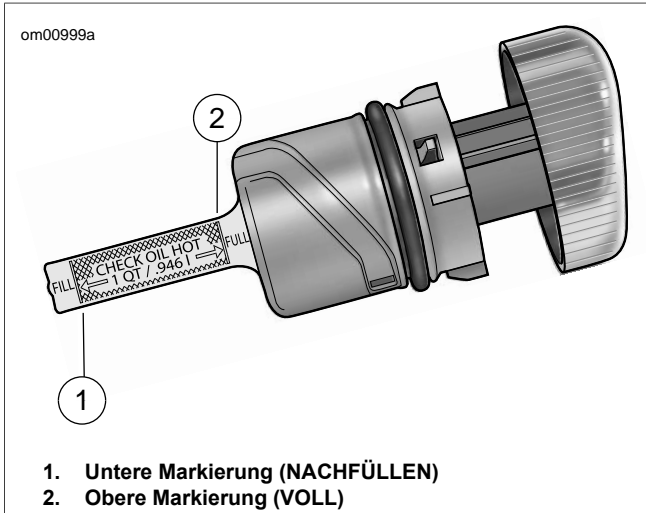

Abbildung 30. Ölmesstab
- Siehe Abbildung 30. Den Einfüllverschlussstopfen noch einmal entfernen und den heißen Ölstand auf dem Ölmesstab prüfen.